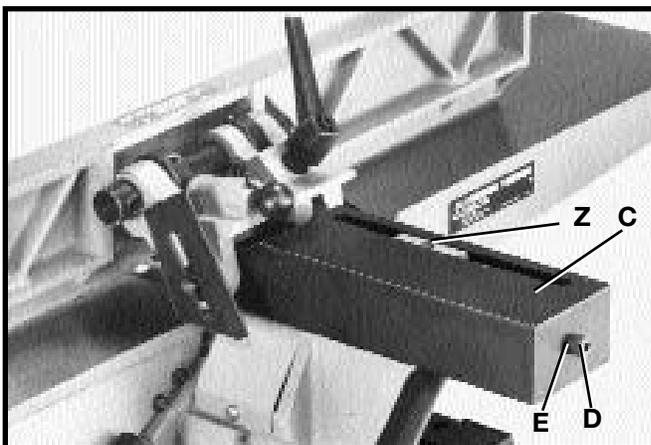
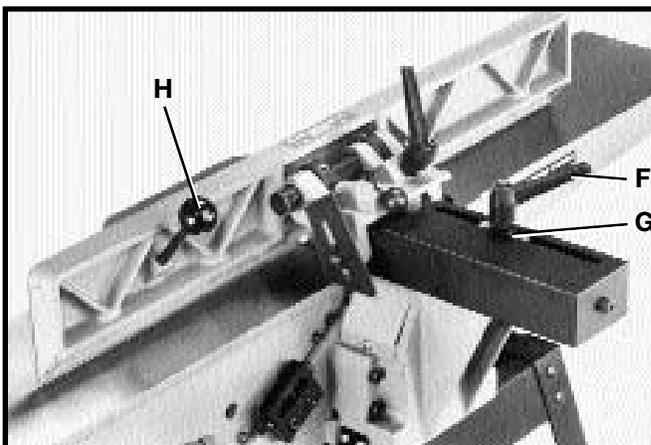

Fig. 21
Fig. 22
2. Ensamble el protector posterior del cabezal de corte (C) Fig. 21 al extremo de la barra hexagonal utilizando para ello el tornillo de 5/8 pulg. de largo (D) y la arandela (E).
3. Enrosque el ensamblado de la agarradera de cierre de la guía (F) Fig. 22 y la arandela plana (G) en el agujero (Z) Fig. 21. La agarradera de cierre (F) Fig. 22 está cargada por resortes y puede reposicionarse tirando de la agarradera y reposicionándola sobre la tuerca dentada situada debajo de la agarradera.
4. Enrosque la agarradera de inclinación de la guía (H) Fig. 22 al agujero roscado en la parte posterior de la guía, conforme a lo ilustrado.